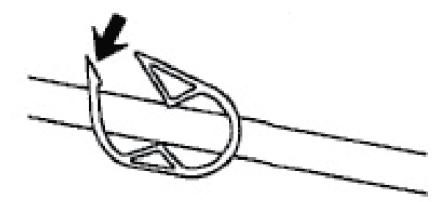

Figure 1-9 : Ouverture de la pince
1. Ouvrir la pince en pressant sur sa partie dentelée (Figure 1-9 à la page 15).